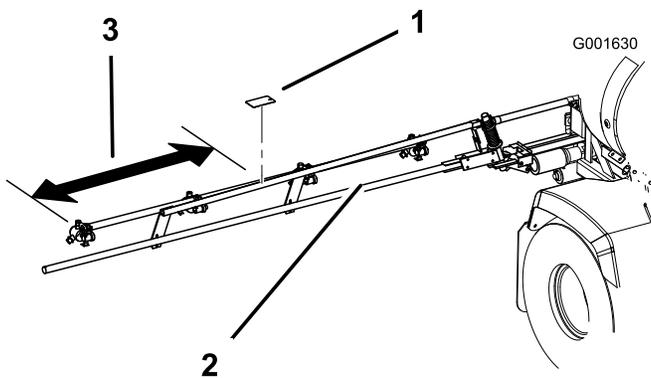
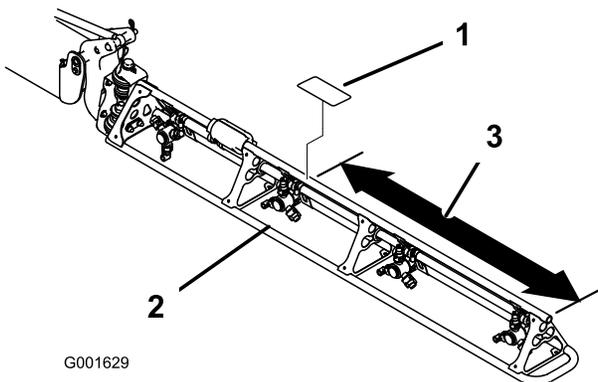

Bild 10
Bild 11
1. Messungen vom Ende der Ausleger aus vornehmen, wie in Bild 10 oder Bild 11 dargestellt.
3. Nehmen Sie die Hinterseite des neuen Schildes ab und legen Sie es auf den Ausleger (Bild 10 oder Bild 11).